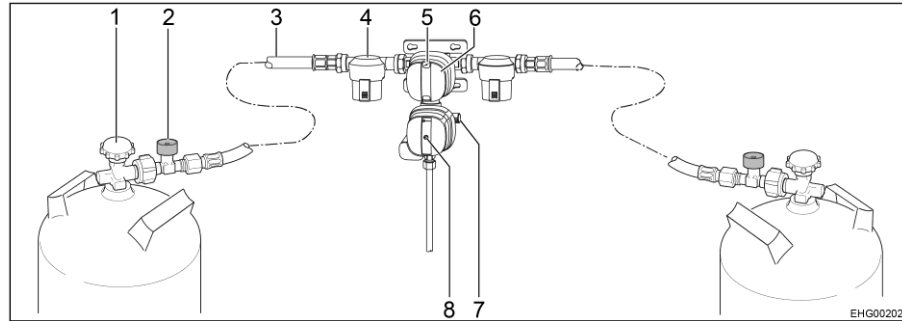

Bild 64 Sicherheitsgasdruck-Regelanlage DuoControl CS
Die DuoControl-Regelanlage besteht aus einem Umschaltventil und dem Crashsensor. Die DuoControl-Regelanlage ist zwischen den Hochdruckschläuchen (Bild 64,3) mit Schlauchbruchsicherung (Bild 64,2) montiert. Mit dem Drehknopf (Bild 64,6) am Umschaltventil kann bestimmt werden, welche der Gasflaschen als Betriebsflasche und welche als Reserveflasche verwendet wird.
Am Sichtfenster (Bild 64,5) wird der Status der Gasversorgung angezeigt:
Der Crashsensor sperrt die Gaszufuhr bei erheblicher Erschütterung (z. B. Unfall) ab. An der Stellung des gelben Resetknopfs (Bild 64,8) lässt sich der Betriebszustand des Crashsensors erkennen:
- Wenn der gelbe Resetknopf (Bild 64,8) hineingedrückt ist, ist der Crashsensor betriebsbereit.
- Wenn der gelbe Resetknopf (Bild 64,8) hervorsteht, ist der Crashsensor **nicht** betriebsbereit. Inbetriebnahme siehe unten.
Die Schlauchbruchsicherung (Bild 64,2) sperrt den Gasfluss, wenn der angeschlossene Schlauch bricht. Die Schlauchbruchsicherung muss durch Drücken der grünen Taste aktiviert werden.
- Mit dem Drehknopf (Bild 64,6) am Umschaltventil die Gasflaschewählen, der vorrangig das Gas entnommen werden soll (Betriebsflasche). Den Drehknopf immer bis zum Anschlag drehen.
- Haupt-Absperrventile (Bild 64,1) an den Gasflaschen öffnen.
- Grüne Taste der Schlauchbruchsicherung (Bild 64,2) ca. 5 Sekunden lang drücken. Am Sichtfenster (Bild 64,5) wird die grüne Markierung angezeigt.
- Wenn der Crashsensor ausgelöst hat (der gelbe Resetknopf (Bild 64,8) steht hervor):
Gelben Resetknopf (Bild 64,8) kräftig hineindrücken, leicht im Uhrzeigersinn drehen und 5 Sekunden lang gedrückt halten. Sicherstellen, dass der Resetknopf in der gedrückten Stellung ("betriebsbereit") bleibt.
■ Haupt-Absperrventile (Bild 64,1) an den Gasflaschen schließen.
Wenn die grüne Kontroll-Leuchte (Bild 65,6) während des Betriebs erlischt und die rote Kontroll-Leuchte (Bild 65,5) aufleuchtet, ist die Betriebsflasche leer und muss gewechselt werden. Am Sichtfenster (Bild 64,5) der zugehörigen Gasflasche wird die rote Markierung angezeigt. Die Reserveflasche versorgt die Gasverbraucher weiterhin mit Gas.
- Drehknopf (Bild 64,6) bis zum Anschlag in Richtung der aktuell verwendeten Gasflasche drehen. Damit ist diese Gasflasche jetzt die Betriebsflasche, die leere Gasflasche wird zur Reserveflasche. Die Markierung im Sichtfenster (Bild 64,5) wechselt von rot auf grün.
- Haupt-Absperrventil (Bild 64,1) an der leeren Gasflasche schließen. Pfeilrichtung beachten.
- Grüne Taste der Schlauchbruchsicherung (Bild 64,2) drücken.